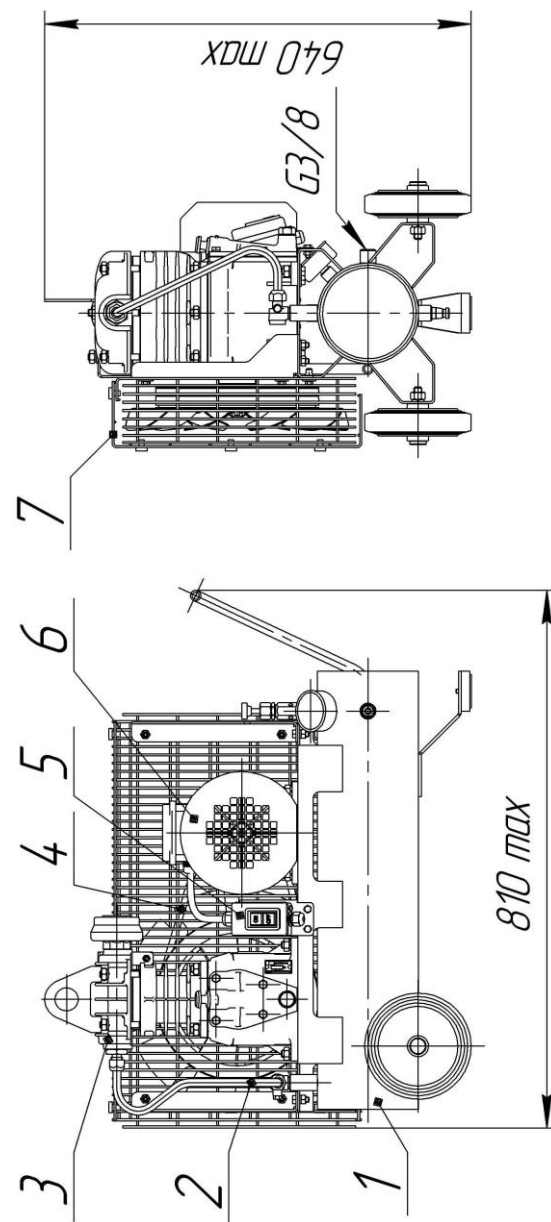

Рис.1.
3.1. В состав изделия (рис.1) входят: головка компрессорная, двигатель, тележка, трубопровод с обратным клапаном, пускатель, приводной ремень, ограждение.